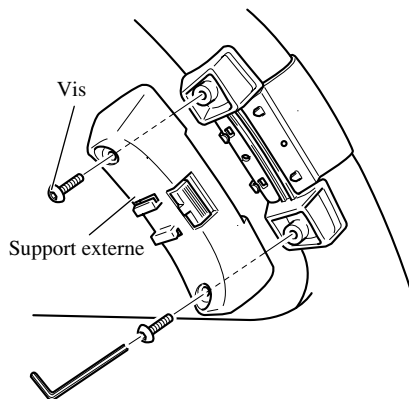

Fig. 10
3. Installer le support externe sur le support interne et fixer avec les vis. (Fig. 10)